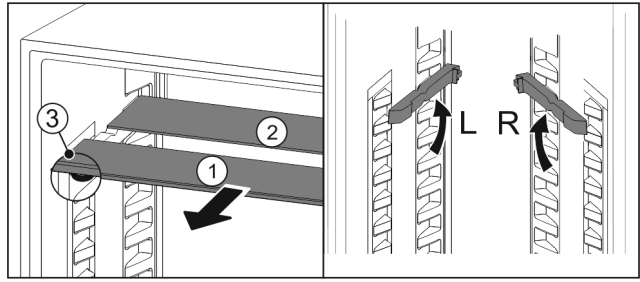

Fig. 110
- ▶ Sortir les tablettes par l'avant Fig. 110 (1).
- ▷ La tablette en verre Fig. 110 (1) avec bordure décorative est située à l'avant.
- ▷ Les butées Fig. 110 (3) sont orientées vers le bas.